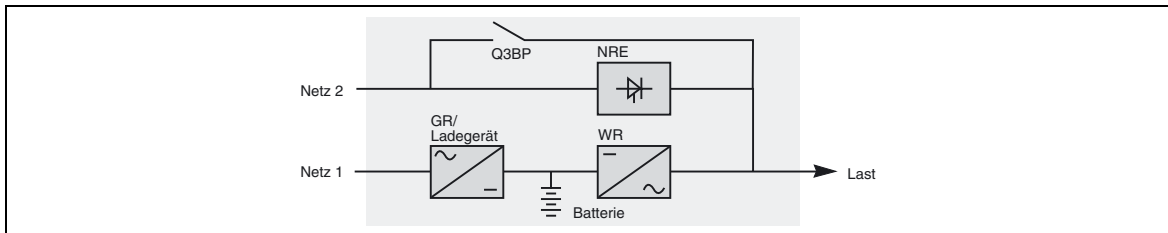

Abb. 1
- Einzel-USV (Einzelgerät bzw. -block): Abbildung 1.